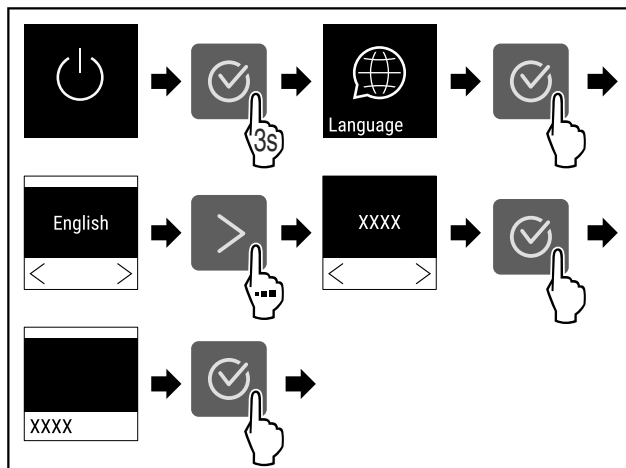

Fig. 55
- ▶ Udfør handlingstrinene (se Fig. 55).